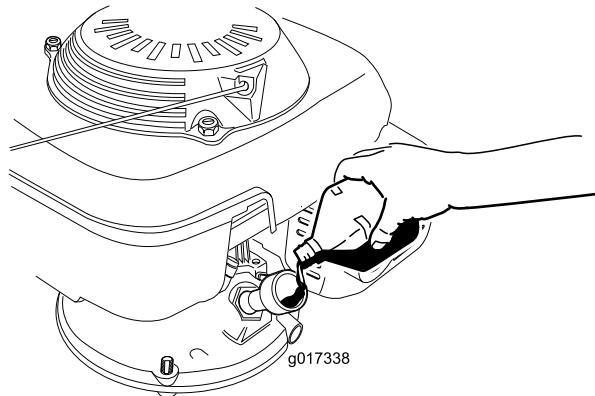

图 8
3. 小心地将 3/4 的发动机容量的油倒入注油管中图 8。